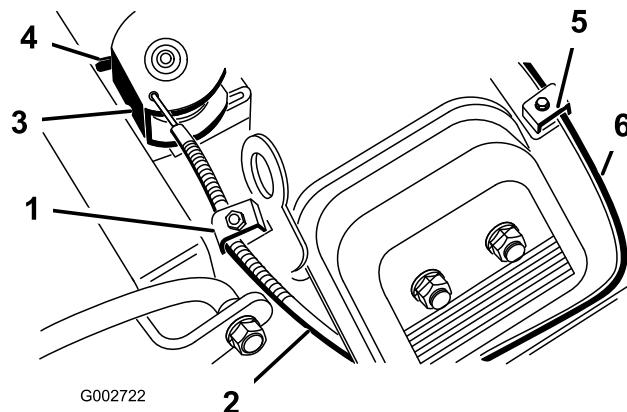

Figura 38
4. Tirate con forza il cavo dell'acceleratore finché il retro della parte girevole non tocca il fermo (Figura 38).
2. Allentate la vite del serrafile del cavo dello starter che fissa il cavo al motore (Figura 38).
4. Tirate con forza il cavo dello starter (Figura 38) finché la farfalla dello starter non è completamente chiusa, quindi serrate la vite del serrafile.
2. Allentate la vite del serrafile del cavo dell'acceleratore che fissa il cavo al motore (Figura 38).